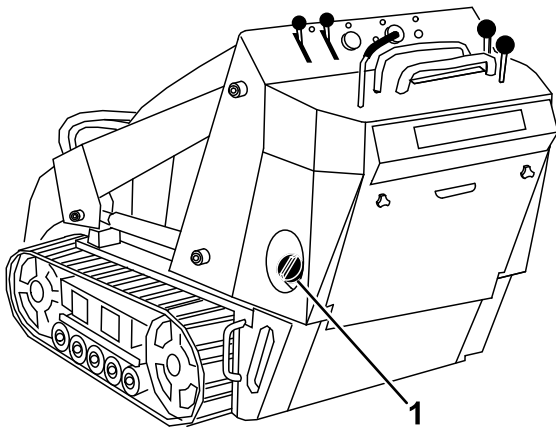

Figura 14
3. Limpie alrededor del tapón del depósito de combustible y retírelo (Figura 14).